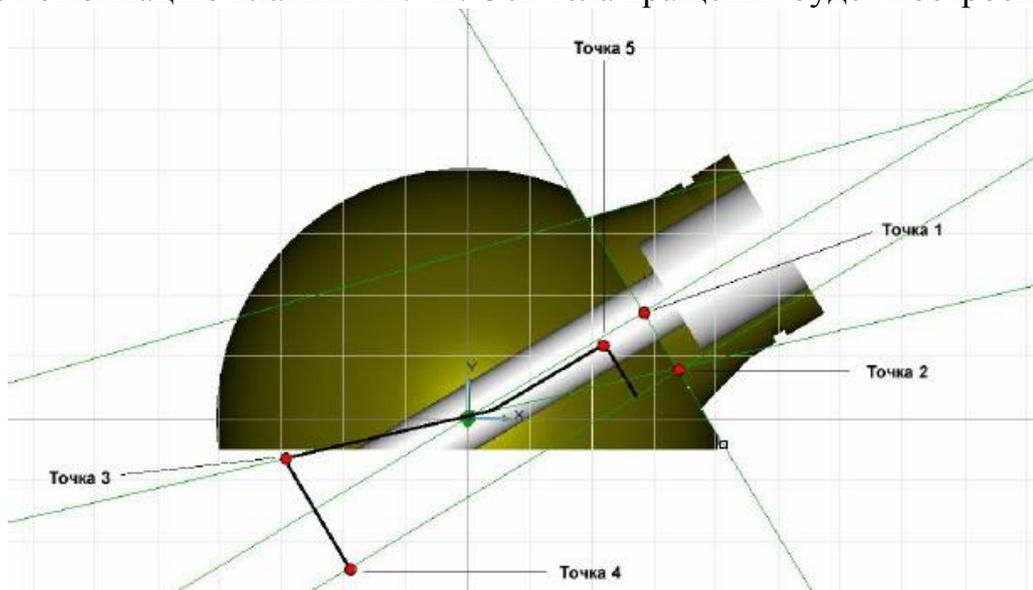

Рисунок 8
- Подведите курсор к произвольному месту на построенной прямой снизу от детали (точка 3, см рис.8)
- Подведите курсор вниз к осевой линии тела вращения и одновременно нажмите правую и среднюю кнопку мыши. Курсор притянется к вспомогательной прямой. Нажмите левую кнопку мыши или клавишу **Пробел** (точка 4, рис. 8)